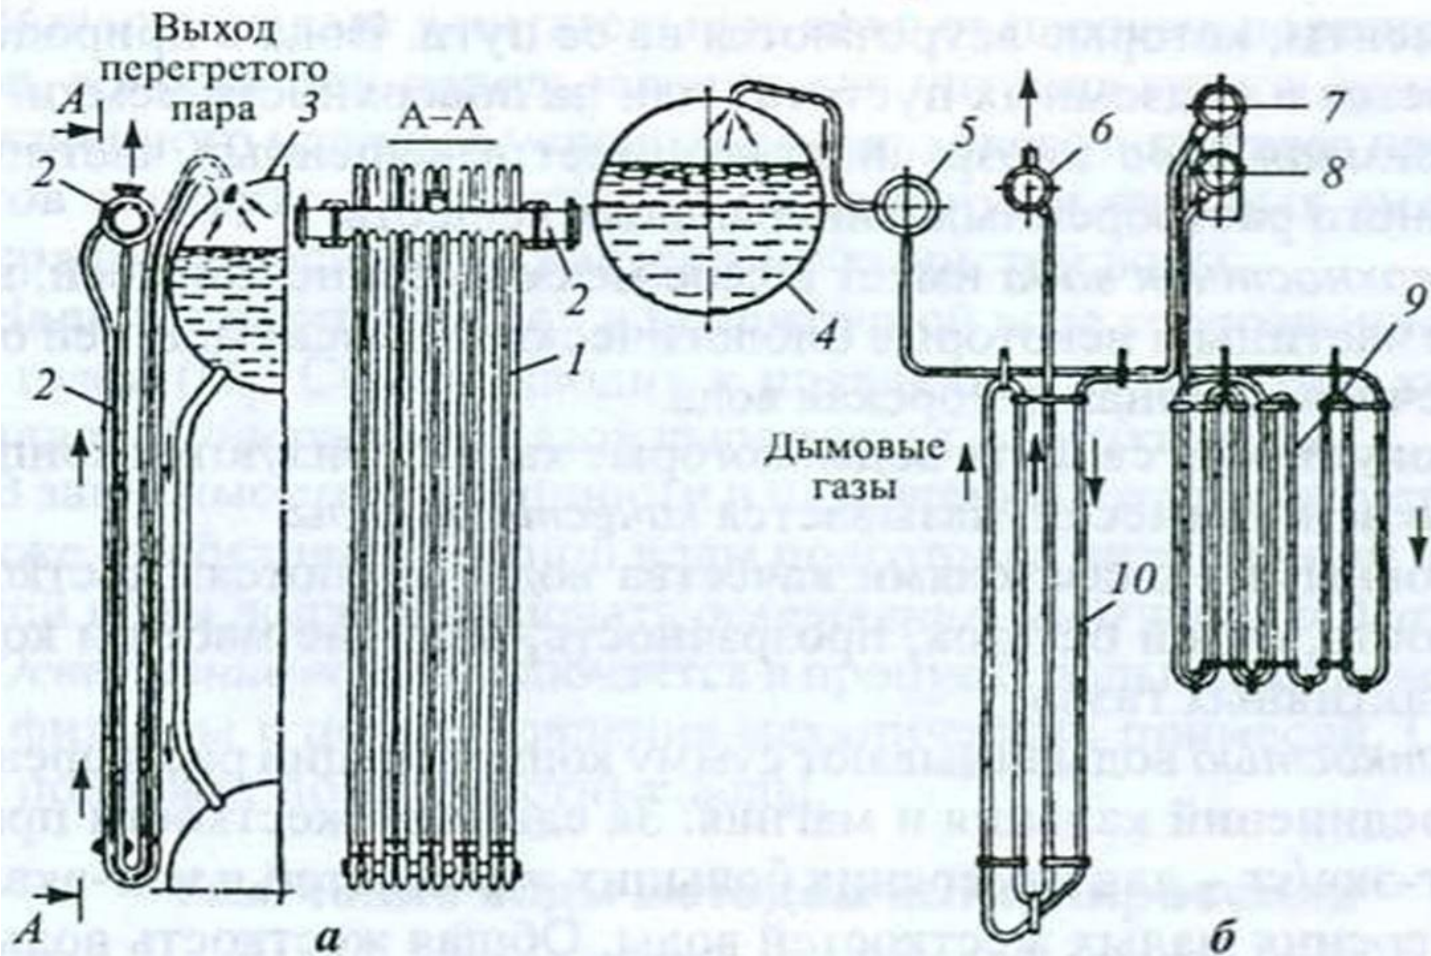

Рис. 88. Конвективные пароперегреватели:
- **Пароперегреватели** предназначены для перегрева насыщенного пара и состоят из стальных змеевиков, согнутых из цельнотянутых труб о 28-42 мм (рис. 88). В котлах ДКВР и ДЕ применяются вертикальные пароперегреватели, которые устанавливаются в конвективном пучке после второго или третьего ряда труб, часть которых для размещения пароперегревателя не устанавливается. В этих котлах одни концы змеевиков присоединены непосредственно к паровому пространству верхнего барабана, а другие - к выходному коллектору. В котлах ДКВР перегрев пара осуществляется до температуры 250 и 370 °С.